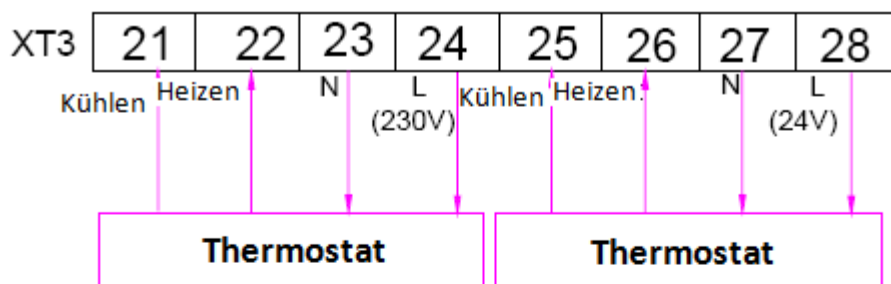

Abbildung 1
- Beim Heizen/Kühlen, schauen Sie auf der Abbildung 1.